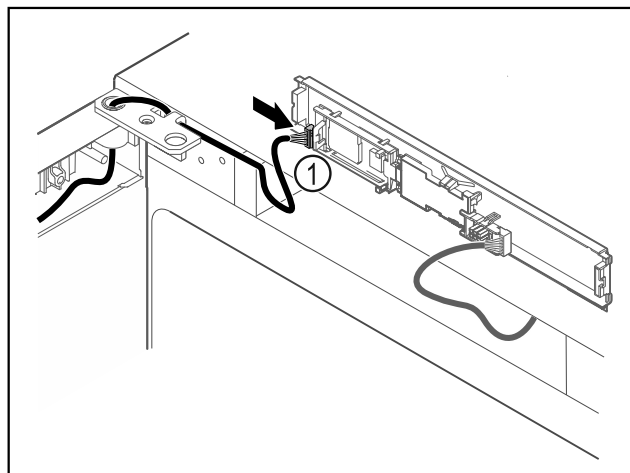

Fig. 56
- Collegare il connettore Fig. 56 (1) sulla scheda.